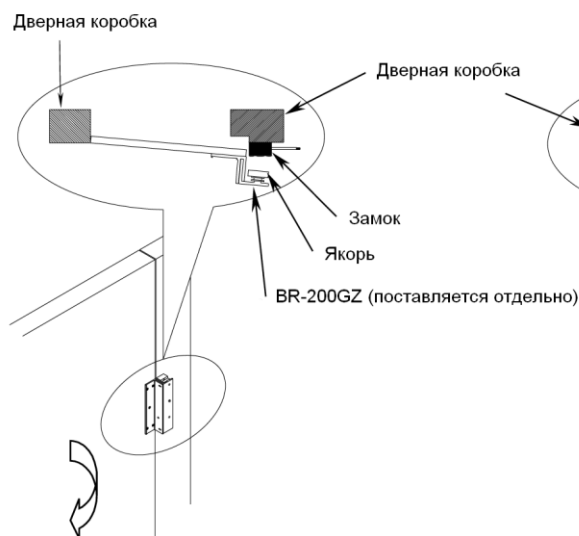
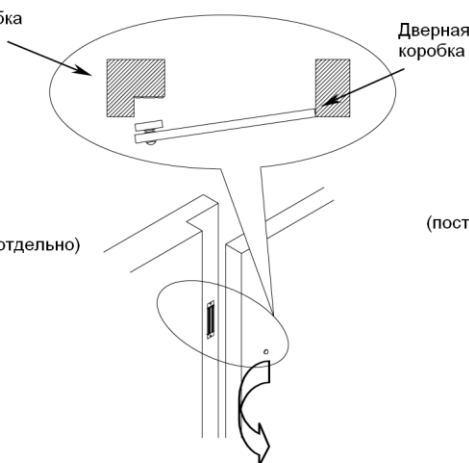
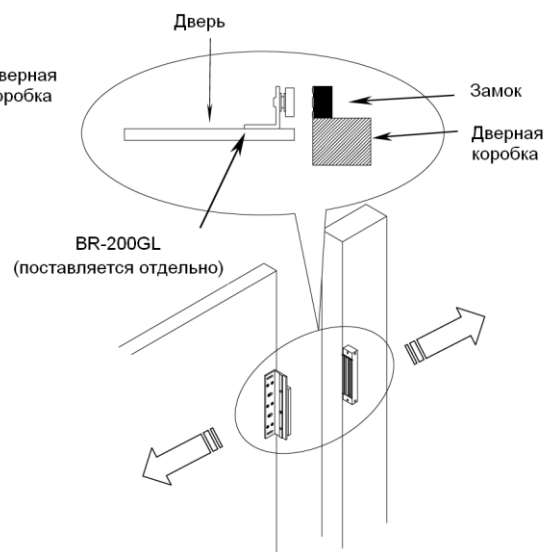

Рис.1
Рис.2
Рис.3
1. Определить тип открывания двери (Рис.1, Рис.2, Рис.3)
Обратите внимание, что на Рис.1 и Рис.3. используются дополнительные крепежные кронштейны (BR-200GZ и BR-200GL), которые не входят в комплект и приобретаются отдельно.